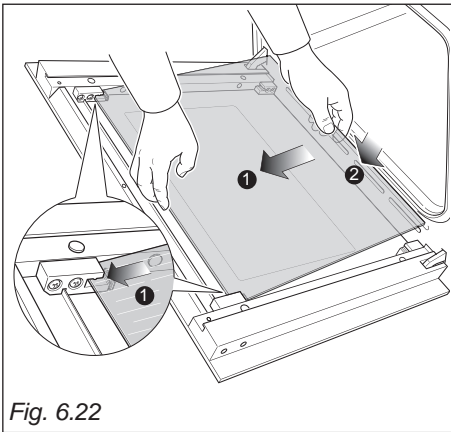
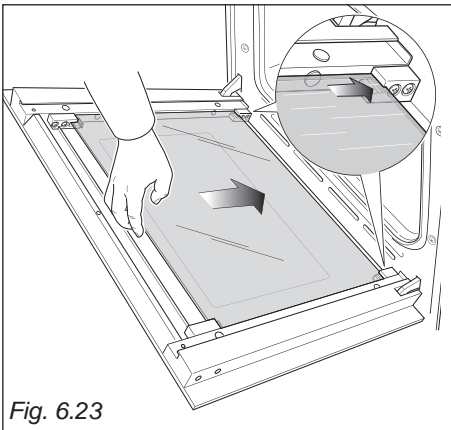

Fig. 6.22
Fig. 6.23
- Försiktigt monterar toppen av glaset i klämmorna såsom visas med pilen 1 i fig. 6.22. Sedan monterar den nedre delen av glaset i klämmorna såsom visas med pilen 2 i fig. 6.22. Glaset skjuts på plats (Fig. 6.23).